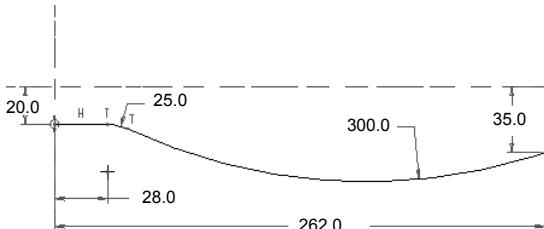

图 6.7.3 截面草图
(3) 创建草绘图。接受默认草绘参照，然后绘制图 6.7.3 所示的截面草图，完成后单击按 **钮**。